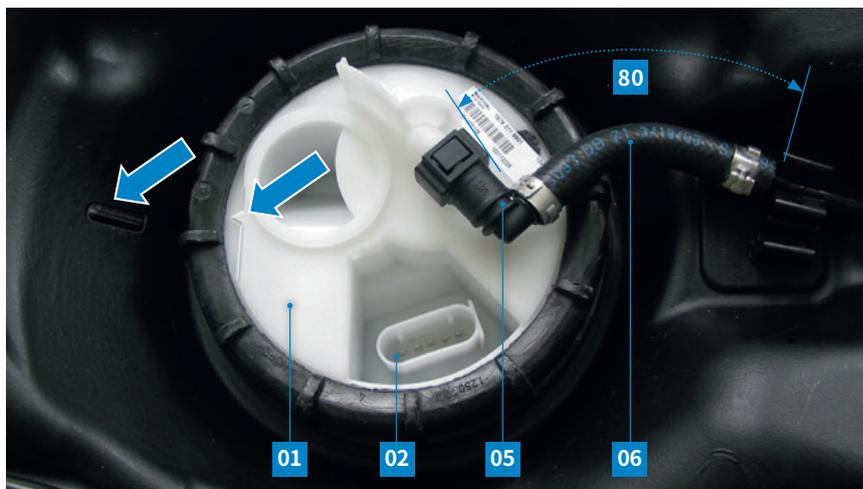

图 5: 油箱传感器装置法兰盖
将燃油供给模块与油箱传感器装置放入油箱时, 使法兰盖上的箭头指向油箱上的标记 (图 5)。
更换油箱传感器装置 (01) 时, 应将进流管路的软管接头 (06) 截短至约 80 mm 并安装自带的 90°快速连接器 (05) (图 5)。